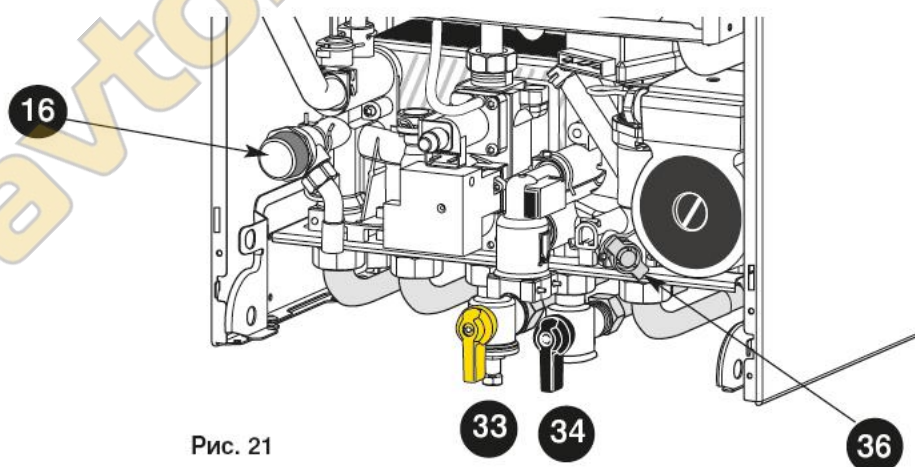

Рис. 21
### Гарнитура водонагревателя (рис. 21)
3. Откройте вентиль подачи газа 33 (вариант)(рис. 21).
- перекройте подачу газа, повернув вентиль 33 (вариант)(рис. 21)